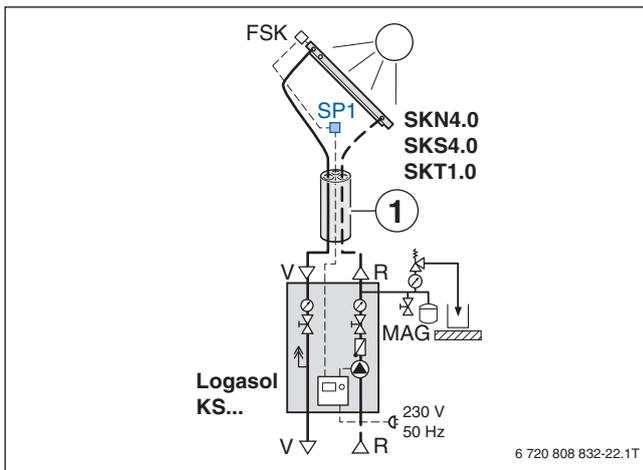

Bild 13 Überspannungsschutz für die Regelung (Installationsbeispiel)
- Anschlussdose im Bereich der Kabellänge des Kollektortemperaturfühlers FSK vorsehen (→ Bild 13).